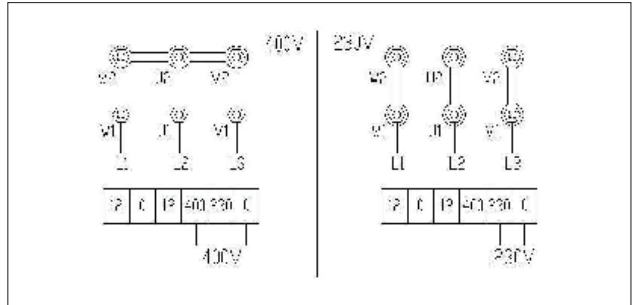

图 7
- 如是 230V 三相电源, 需调整控制变压器和电机接线 (图 7)